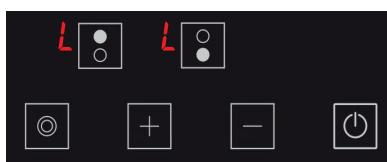

Figure 20
- 1.** L'icône **L** s'affiche sur tous les écrans quand la cuisinière est allumée et que la sécurité enfants est active. (voir Fig. 20) Les icônes **L** et **H** s'affichent en alternance si une plaque de cuisson est toujours chaude. Vous pouvez allumer ou éteindre la cuisinière avec la seule touche **Ø**.